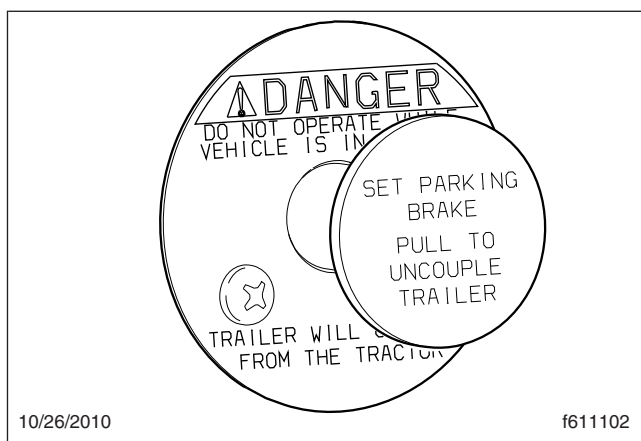

Figura 10.10, Válvula de liberación del perno rey, accionada por aire
Hay una válvula de liberación del perno rey, accionada por aire, que es equipo opcional con toda quinta rueda. Vea la Figura 10.10.
2. Tire de y tenga la válvula de liberación del perno rey hasta que el mecanismo de cierre del perno rey se abra y se traben en esa posición. Vea la **Figura 10.10**.